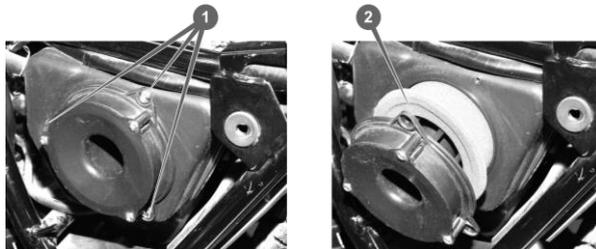

Рисунок 6.5. Повітряний фільтр і фільтрувальний елемент
Підтримка повітряного фільтра в чистоті – це необхідна умова для забезпечення нормальної роботи двигуна. На кожні 1000 км їзди потрібно хоча б один раз очистити повітряний фільтр. Якщо мотоцикл експлуатується на запованих дорогах, потрібно очищувати повітряний фільтр частіше. Щоб замінити фільтр, відкрутіть 3 шурупи (1) (див. рис.6.5) та після заміни закрутіть їх у зворотній послідовності.
На мотоциклі встановлений повітряний фільтр сухого типу (див. рис. 6.5.).
- відкрутити болти (1) кришки фільтра (див. рис. 6.5.), зняти кришку і витягти фільтрувальний елемент;